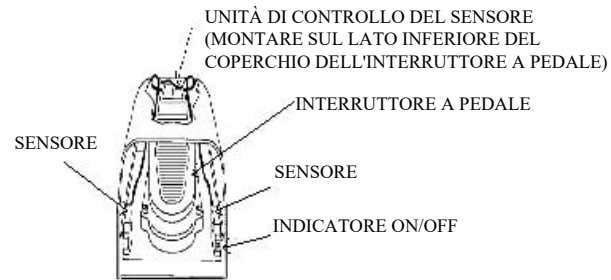

Figura 2: I sensori sono fissati sul LATO dell'ALLOGGIAMENTO dell'interruttore a pedale del laser.
- 4. Nella carcassa dell'interruttore a pedale (Figura 2), collocare il sensore di trasmissione e quello di ricezione sulle parti opposte del pedale. Non collocare i sensori sui lati del pedale.